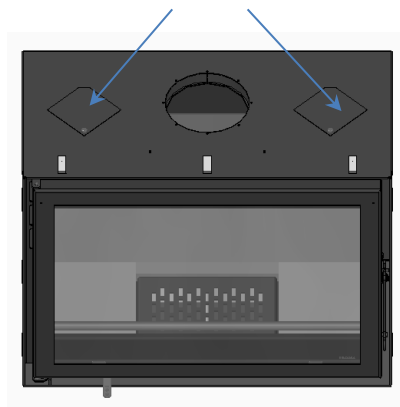

Figura 14 - Saídas de ar quente
* Na parte superior destes equipamentos existem 2 saídas (correspondentes a um diâmetro de 100 mm cada), Figura 14, que poderão ser utilizadas retirando as tampas e adaptando bocas para condução do ar quente para outros compartimentos.